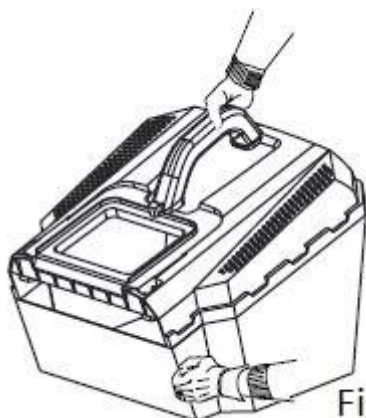

Fig. 8
**EMPTYING THE GRASSBOX****(see Figure 8)**